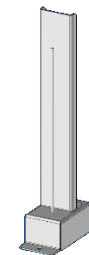
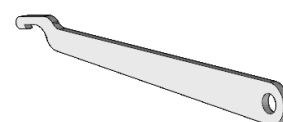
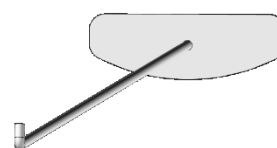

図 11-1
図 11-3
図 11-4
- DO221 液位ゲージにて確認 (図 11-1)
- ① ポンプスイッチを押し、循環ポンプを稼働させます。
- ② **手動** を押し、手動画面に切替えます。
- ③ **排液弁** を押し、排液弁を閉じます。(左上□: 消灯)
- ④ **給液** を押し、ドラムに溶剤を汲み上げます。(左上■: 点灯)
DO221 : 付属のフィルタ取り出し金具の爪で引掛けて引き出します。(図 11-3)
- ⑥ 付属の掃除金具でカートリッジフィルタ容器内のスラッジを取り除き、内部を清掃してください。(図 11-4)
- ⑦ 新しいエレメントとフェルトパッキンをセットします。
11-3-3.カーボンタンク (図11-1)
4) カーボンの交換手順 (図11-1, 図11-3, 図11-4)